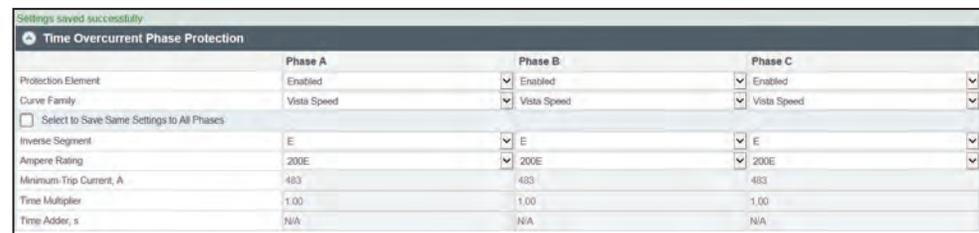

Figura 33. Mensaje de confirmación de Protección de Fase por Sobrecorriente de Tiempo.
PASO 3. Después de ingresar los ajustes de **Overcurrent Protection (Protección por Sobrecorriente)**, haga clic en el botón **Save (Guardar)**. Se mostrará un mensaje de confirmación. Vea la Figura 33.